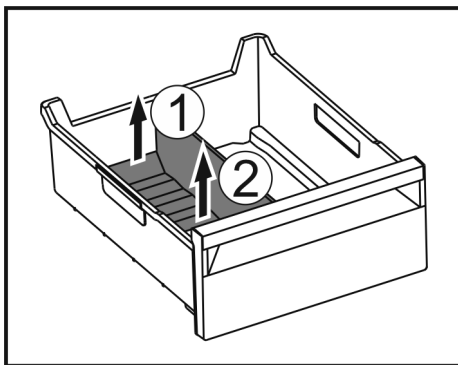

Fig. 147
- Hinteren Teil des Eisfach-Trenners anheben. Fig. 147 (1)
- Eisfach-Trenner nach oben entnehmen. Fig. 147 (2)